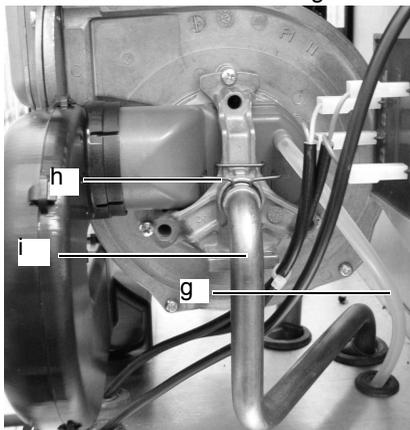

Figura 9.11 Vista laterale ventilatore
- 4 Scollegare il tubo in silicong (Figura 9.11)
- 5 Togliere la forcinah ed estrarre il tubo del gas i (Figura 9.11)